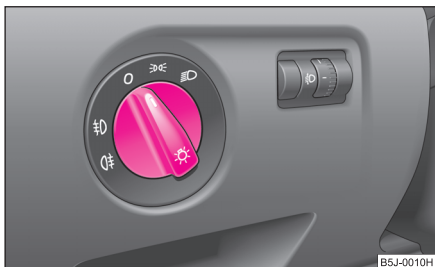

Fig. 31 Tabloul de bord: Întrerupătorul de lumină
- Rotiți întrerupătorul ⇒ fig. 31 în poziția ☞☛.
- Rotiți întrerupătorul în poziția O ⇒ fig. 31.
- Cuplați întrerupătorul de lumină pe poziția luminii de poziție ☞☛ sau a luminii de întâlnire ☞☛☞ ⇒ fig. 31.
La autovehiculele cu **volanul pe dreapta*** ordinea aranjării întrerupătoarelor diferă parțial față de ⇒ fig. 31 ordinea prezentată. Simbolurile de pe întrerupătoare sunt totuși aceleași. ▶